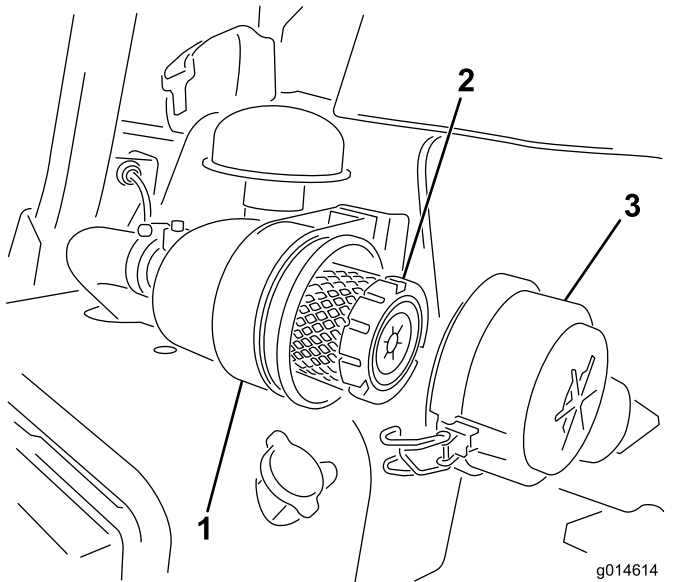

Bild 42
1. Lösen Sie die Laschen, mit denen die Abdeckung am Luftfilterkörper befestigt ist (**Bild 42**).
6. Befestigen Sie die Laschen (**Bild 42**).